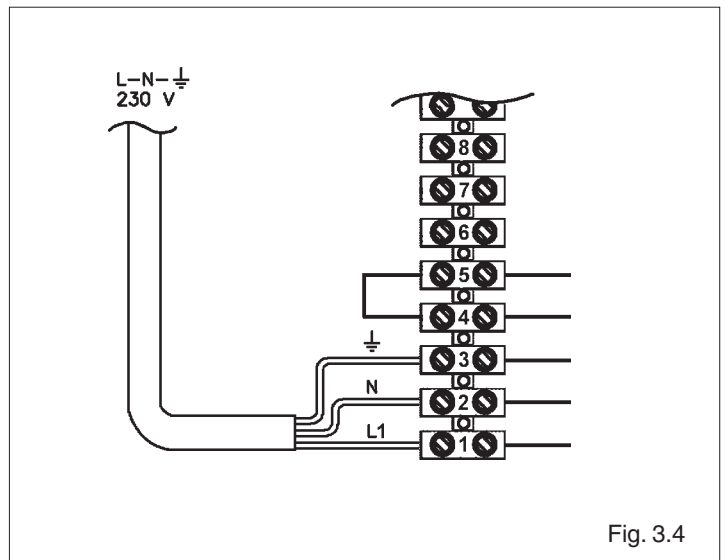

Fig. 3.4
- collegamento dell'alimentazione elettrica (fig. 3.4)